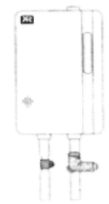

Рис.21.2.
3. Подключение трубопроводов к системе горячего водоснабжения. (Рис. 21.2.)